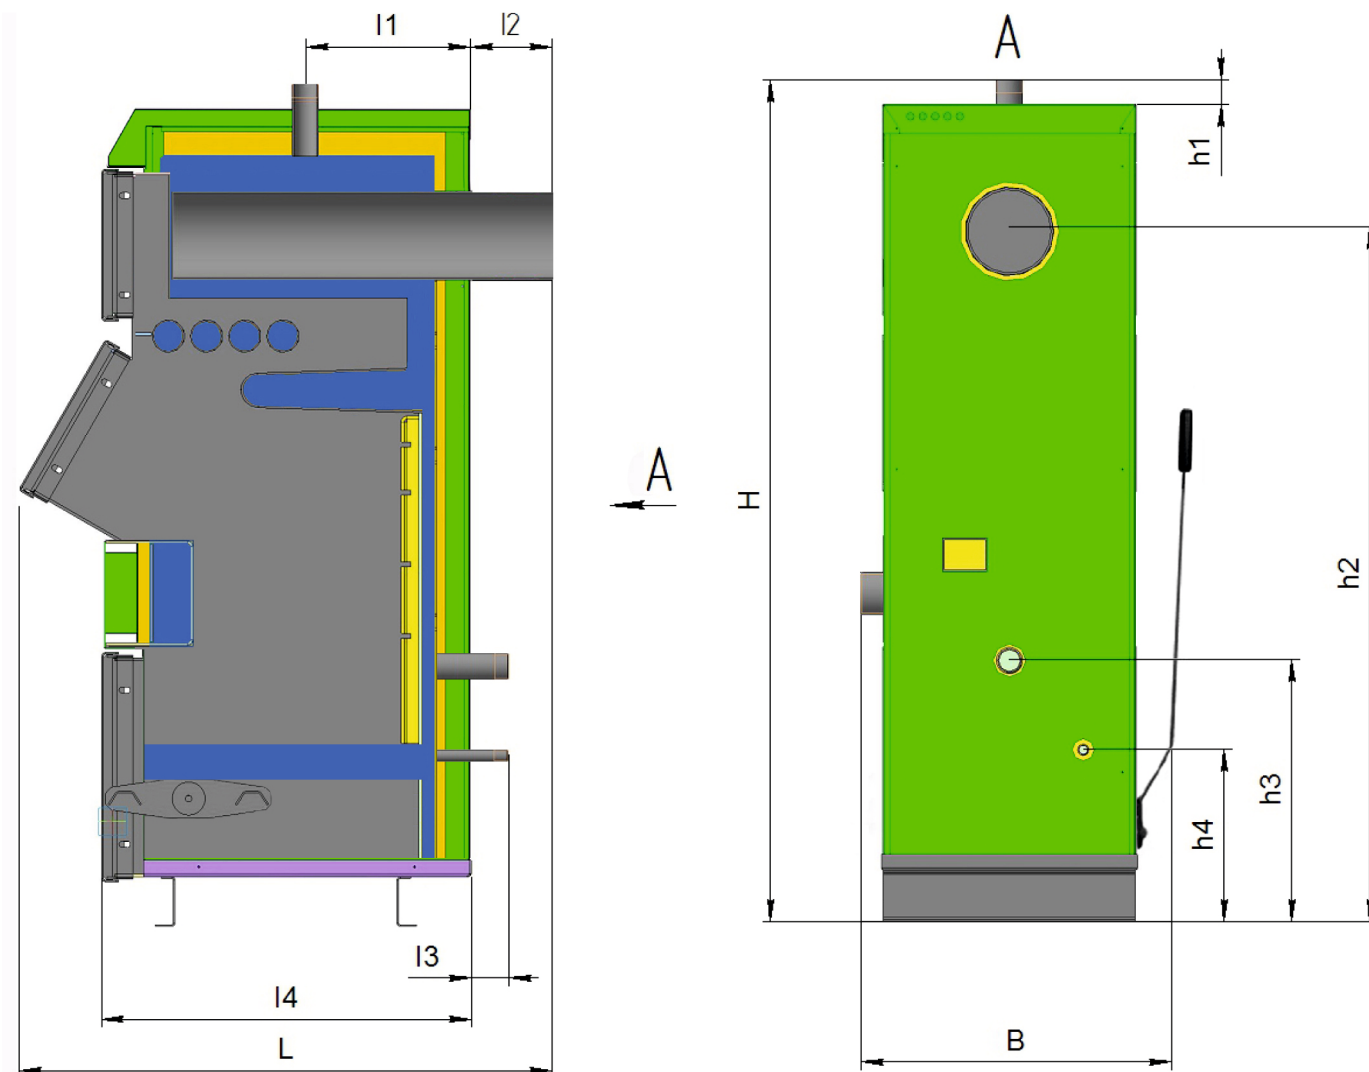

Рисунок 1. Габаритные и присоединительные размеры Котлов моделей LC 12-52
Габаритные и присоединительные размеры Котла (см. рис.1), мм:
Котел (рис.1) представляет собой стальной сварной теплоизолированный каркас, обшитый снаружи съемной декоративной облицовкой, все вместе образующие собой корпус, и устанавливаемый на собственных опорах (16). Внутреннее пространство имеет сложную конфигурацию, включает в своем составе трубчатый теплообменник (14), предназначенный для циркулирования теплоносителя (воды), листовые детали, образующие вместе со стенками каркаса камеру сжигания, воздухоподводящие каналы (на рисунке не показаны), (систему дымоудаления из Котла (9). Внутри каркаса в нижней части расположены устройства: колосниковая решетка для размещения топлива (15), зольный ящик (5) для сбора и удаления золы, а также механизм очистки колосников от сажи (6). В нерабочем состоянии механизм (6) располагается в зольном ящике (5). Колосниковая решетка выполнена из труб гидравлического контура Котла и является неотъемлемой частью теплообменника (15). Снаружи Котел имеет дверцы для обслуживания Котла (11,12,13), патрубки для подсоединения к трубопроводам водяного контура системы отопления (1,2), патрубок для опорожнения теплообменника (3), штуцер для установки тягорегулятора (17), штуцер для установки термодатчика (19), а также педаль (7) для управления механизмом очистки колосников от сажи (6). По желанию заказчика педаль (7) может быть заменена на рычаг (на рисунке не показан).